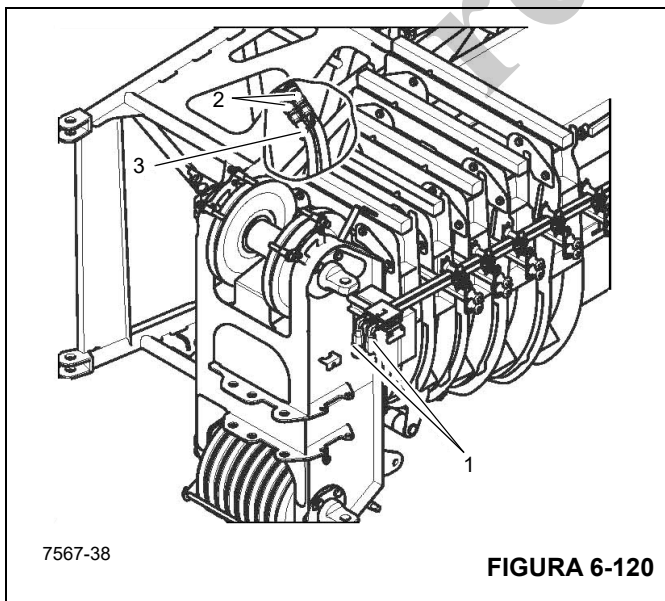

FIGURA 6-120
1. Retire las mangueras (2), (Figura 6-120), de las conexiones (1), (Figura 6-120).
2. Tape las mangueras y conexiones (1), (Figura 6-120), con las tapas protectoras.
3. Asegure las mangueras en el sujetador (3), (Figura 6-120), de la extensión de 10.5 m (35 pies).